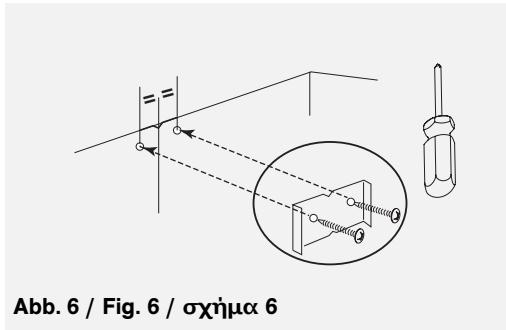

Abb. 6 / Fig. 6 / σχήμα 6
- Fixe contra a parede, apoiado ao tecto, o suporte da chaminé metálica (**fig. 6**). Tome cuidado de maneira a alinhar as duas ranhuras triangulares do suporte metálico com o traço vertical na parede.